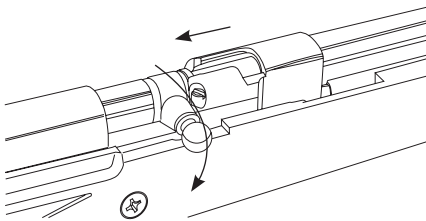

Bild 11
- Ziehen Sie den Kammerstengel zurück und drehen ihn dann im Uhrzeigersinn in die Feuerposition, bis dieser in seiner verriegelten Position einrastet. (Abb. 11)